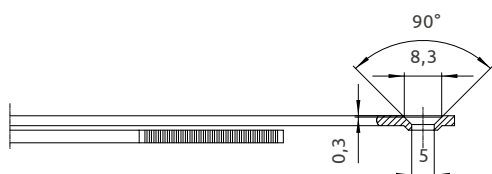

Рис. 1
5. Установить отв. планку откид. ножниц ⑤.
Для этого нужно взять за ориентир метку на плече отк. ножниц (Рис. 1, ①) и перенести маркировку этой метки на раму и установить там ответную планку (Рис. 1, ②).
2. Открыть запор. фиксатор на отв. планке и вставить в неё плечо ножниц (Рис. 1).